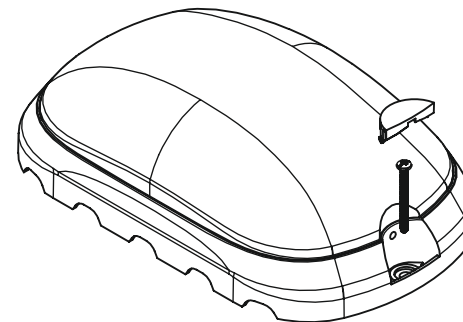

Рисунок 3 — Порядок установки антивандалных заглушек
7.5 Установить изделие через крепёжные отверстия в корпусе с помощью штатных элементов крепления, защелкнуть антивандальные заглушки (рис. 3).